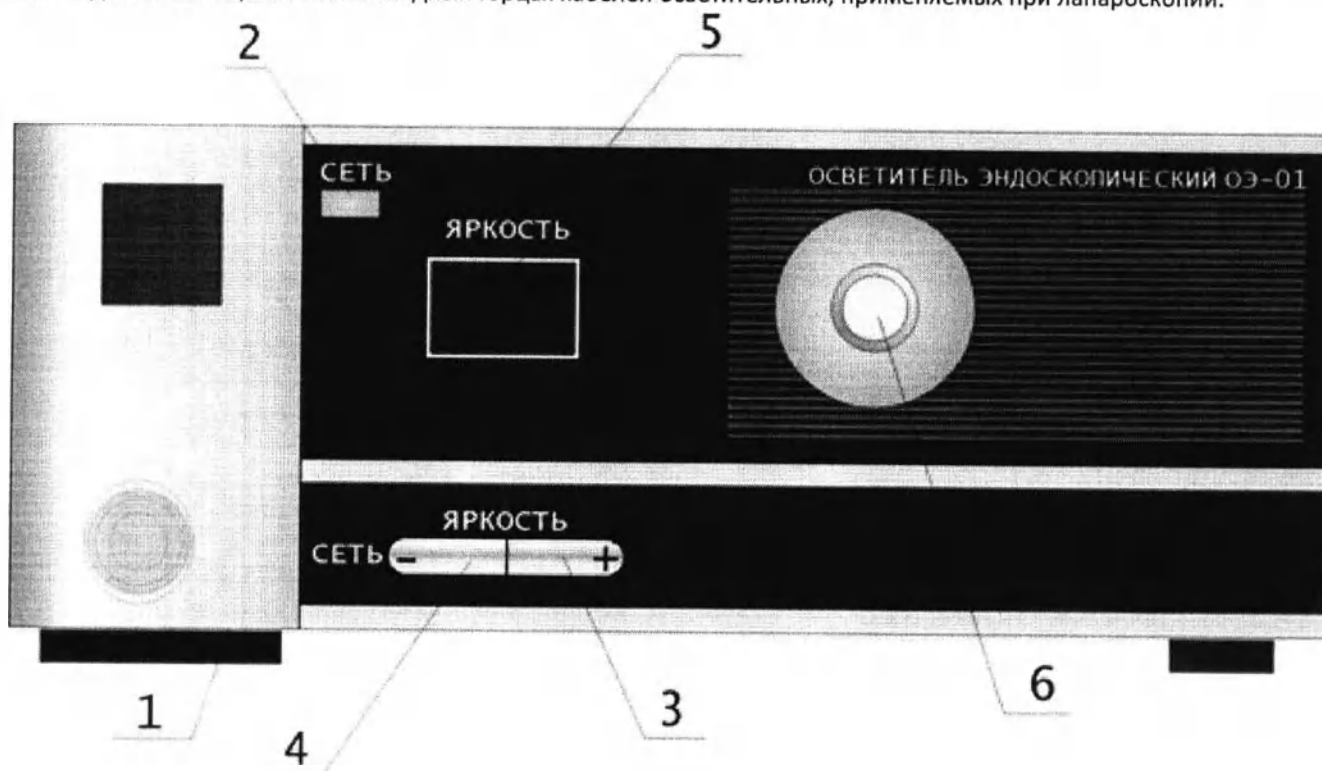

Рис.1
1. Осветитель эндоскопический ОЭ-01-«ПРИМА» с принадлежностями (рис.1)
На передней панели осветителя расположены (Рис.1):